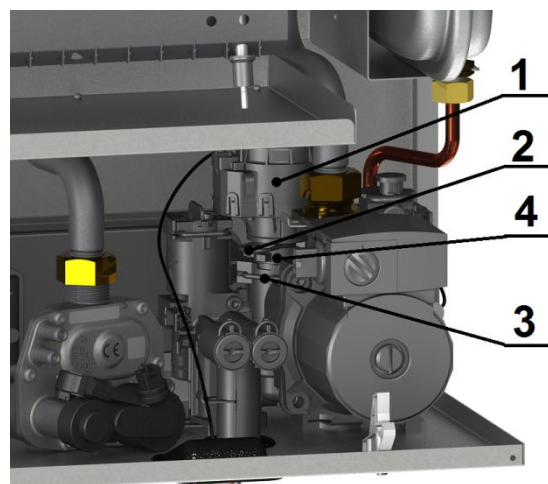

Рис. 19 Демонтаж трёхходового клапана
- отключить кабель с электродвигателя трёхходового клапана (1), см. рисунок 19;
- снять скобу (2) крепления электродвигателя трёхходового клапана (1);
- снять электродвигатель трёхходового клапана (1), потянув вверх;
- снять скобу крепления трёхходового клапана (3);
- снять трёхходовой клапан (4), потянув вверх. Сборку производить в обратной последовательности.